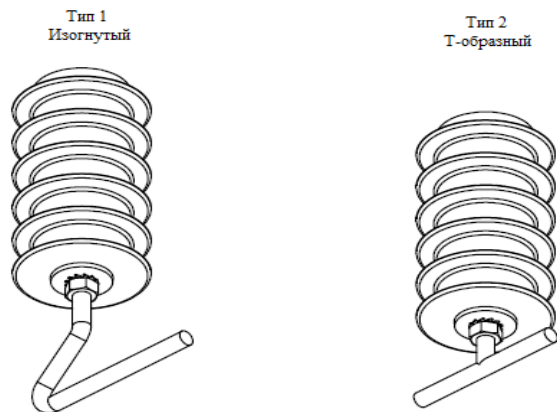

Рис.4. Варианты электродов на оконцевателе РММ
Модификации электродов, закрепляемых на оконцевателе РММ, изображены на рис.4.
- Модификация 1. (рис. 4а). Смонтировать на провод плащечный прокалывающий зажим (поз.7), предварительно соединить его с электродом в виде ответвительной скобы (поз.1).
- Модификация 2. (рис. 4б). Смонтировать на провод плоский электрод (поз.1) с прокалывающим зажимом (поз.7).